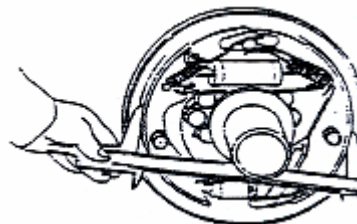

Рис. 2-31
тормозных колодок, затем при помощи регулятора установите зазор между колодками и тормозным барабаном, равный 0,3мм - 0,5мм. См. Рис. 2-31
(1) Освободите рычаг;
(2) При помощи регулировочного болта отрегулируйте высоту педали, как показано на Рис. 2-31;
(3) отрегулируйте длину толкателя таким образом, чтобы его конец касался поршня основного гидроцилиндра. Затем поверните назад на 1-2 оборота, чтобы гарантировать свободный ход педали порядка 10мм-20мм;
(4) Затяните гайки толкателя и болта регулировки высоты педали.